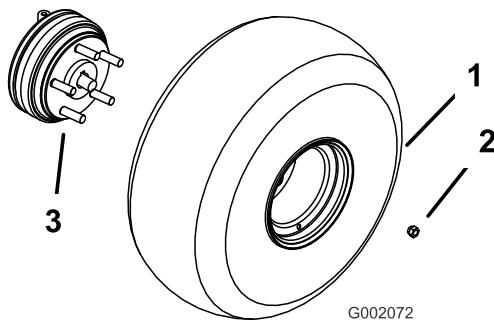

図3
3. 取り外したネジ類を使ってホイールを取り付け(図3)、61-88 Nm (6.2~9.0 kg.m)にトルク締めする。